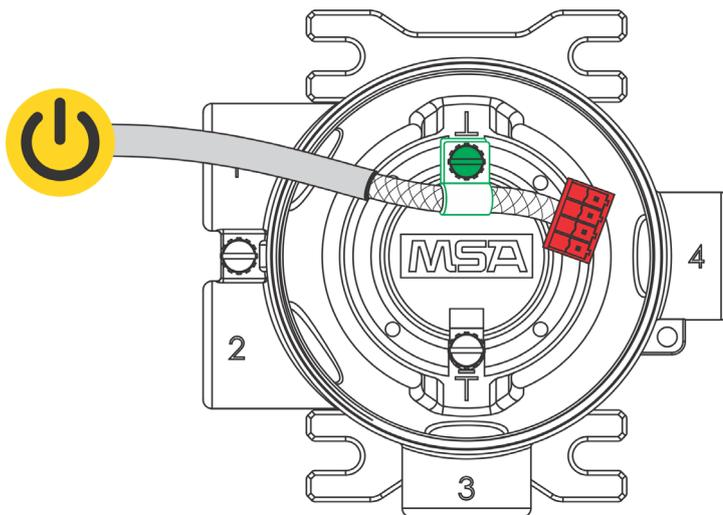

Fig. 32 Conexión del cable de alimentación y de puesta a tierra
Se recomienda utilizar un cable apantallado. La pantalla del cable debe conectarse de forma interna a la carcasa del instrumento con el borne de engarce suministrado (véase la Fig. 32).
- (7) Apriete los tornillos del conector y tire suavemente de los cables para comprobar que está fijados.
- (8) Conecte la pantalla del cable a la base de la carcasa del instrumento (véase la Fig. 32).